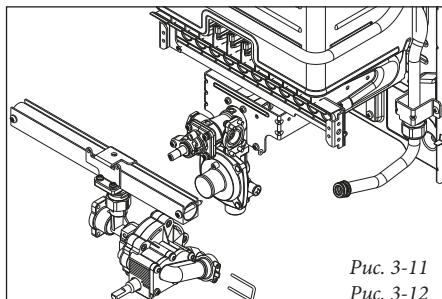

Рис. 3-11
- снимите зажим на трубе холодной воды (рис. 3-11);